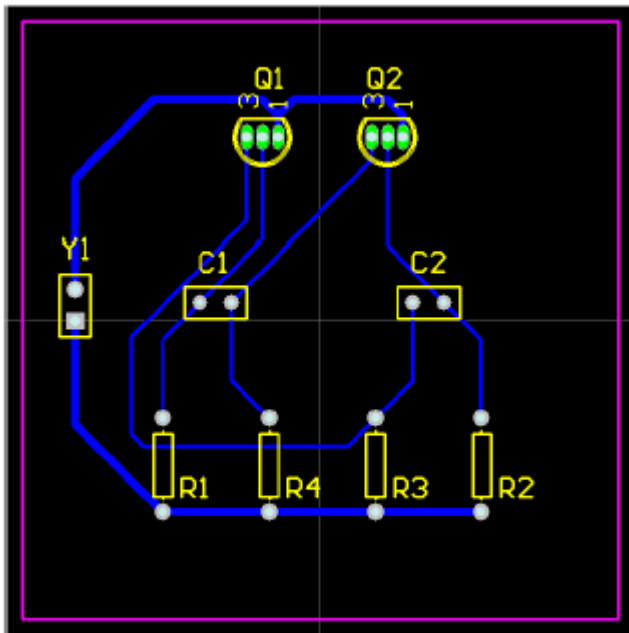

Figure 6. 手工布线板，导线放置在底层
- 11、现在你可按上述步骤类似的方法来完成板上剩余的布线。Figure 6显示了手工布线的板子。